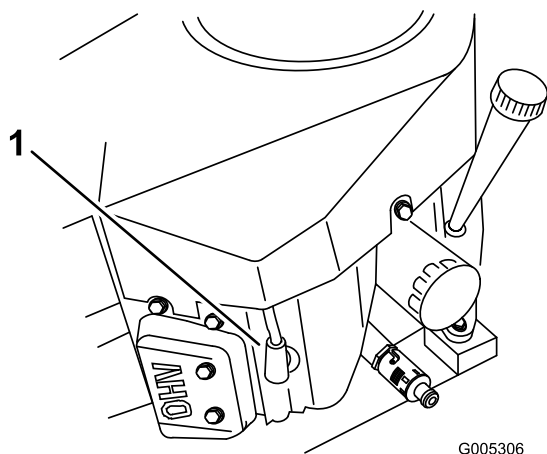

Figure 35
3. Débranchez les bougies (Figure 35).
3. Connectez les bougies (Figure 35).